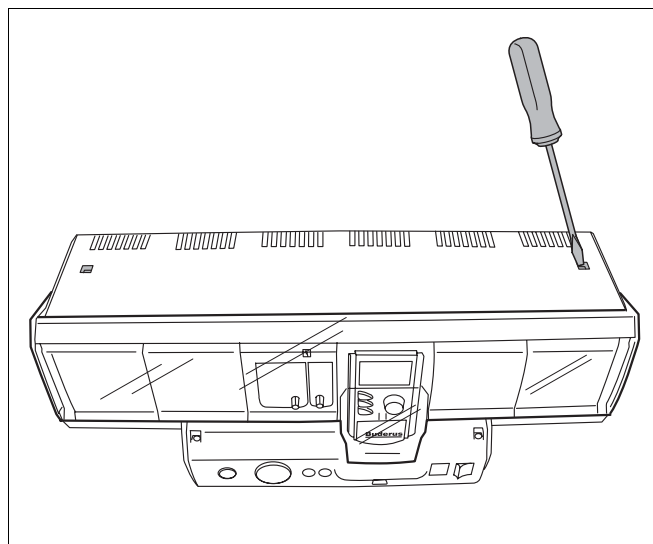
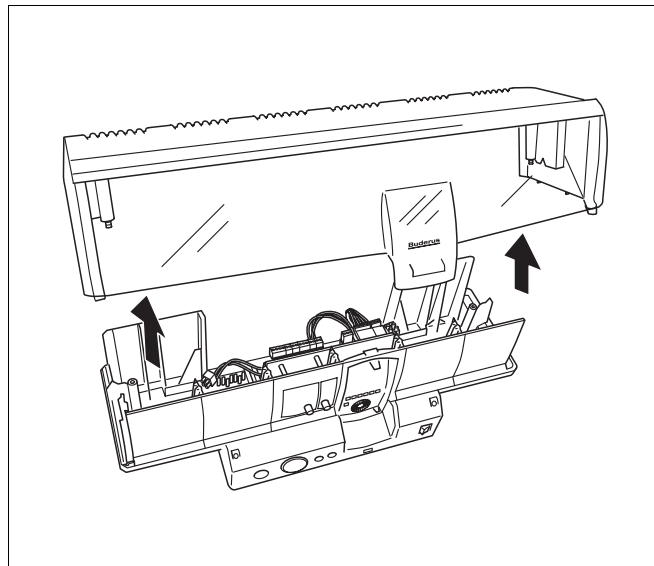

Fig. 2 Couvercle de l'appareil de régulation, desserrage des vis.
Fig. 9 Ouvrir le couvercle de l'appareil de régulation
- Détachez et retirez le couvercle de l'appareil de régulation (fig. 2).
- Ouvrez le couvercle de l'appareil (fig. 2 et fig. 9).